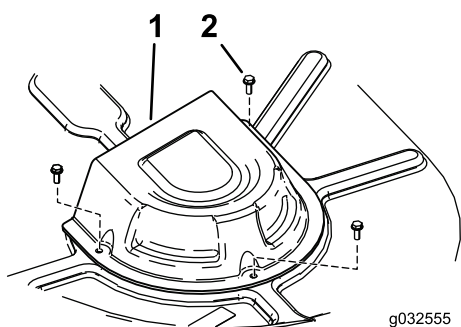

Bild 52
4. Entfernen Sie an Maschinen mit 107-cm-Mähwerken die Abdeckungen der Riemenscheibe (Bild 52).